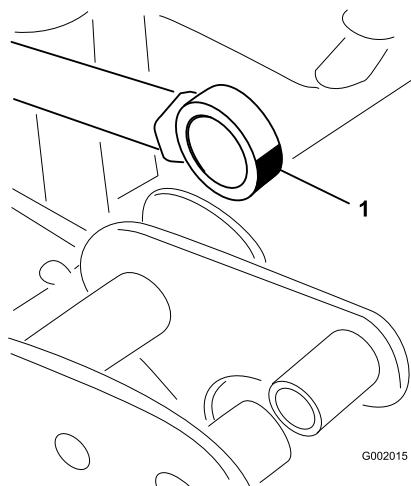

図 75
5. アクチュエータロッドのベアリング端部を動かしながらベアリング内部にグリスを注入する図 75。